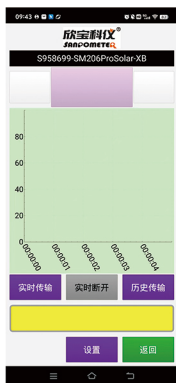

图3
③最后点击“仪表”，即可进入测试页面。如图3所示。
④如需退出APP，点击“退出”即可退出APP。
- ①进入测试页面后，如图3所示，没有数据传输前，页面空白，无任何数值，属于正常现象。